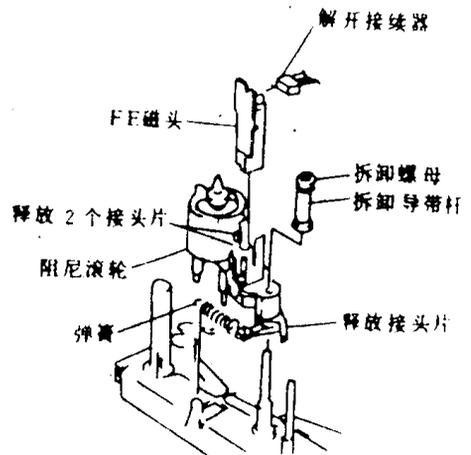

图 1-23
②拆卸 FE 磁头底座和底盘之间的弹簧,如图 1-23 所示。
③解开接续器。
④拆卸固定导带杆的螺母,然后将导带杆拉出。
⑤释放 1 个接头片而拆卸阻尼滚轮/FE 磁头。
⑥要拆卸 FE 磁头时,释放 2 个接头片而拉出 FE 磁头。
(3) 拆卸音频/控制磁头